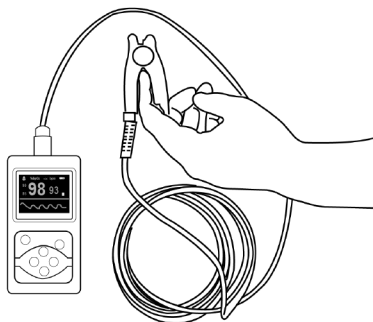

Figura 6 (Sonda reală poate diferi de sonda prevăzută în Figura 6. Vă rugăm să acceptați sonda reală cu dispozitivul)
- ⚠ Degetul trebuie plasat corect (a se vedea figura 6 atașată), deoarece introducerea necorespunzătoare sau poziția incorectă cu contactul senzorului va influența măsurarea.
A. Puneți degetul în sondă. Consultați Figura 6.